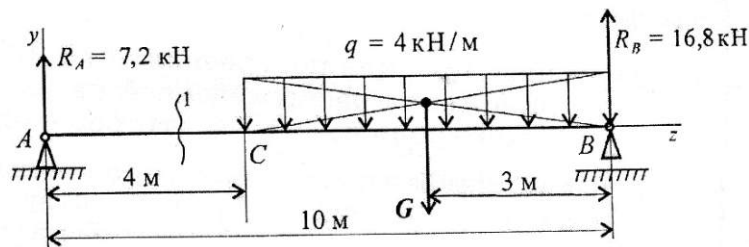

Рис. 39
**Пример 5.** Построить эпюры поперечных сил и изгибающих моментов для двухопорной балки (рис.39).
При определении реакций в опоре равномерно распределенную нагрузку можно заранее заменить равнодействующей сосредоточенной силой:  $G = ql$ ;  $q = 4 \text{ кН/м}$ ;  $G = 4 \cdot 6 = 24 \text{ кН}$  (рис. 39).